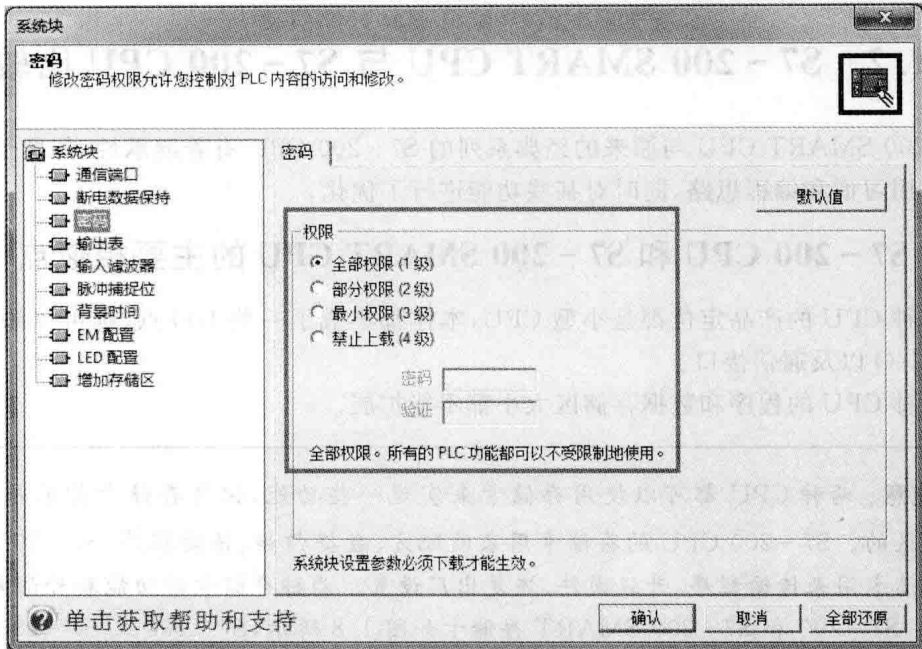
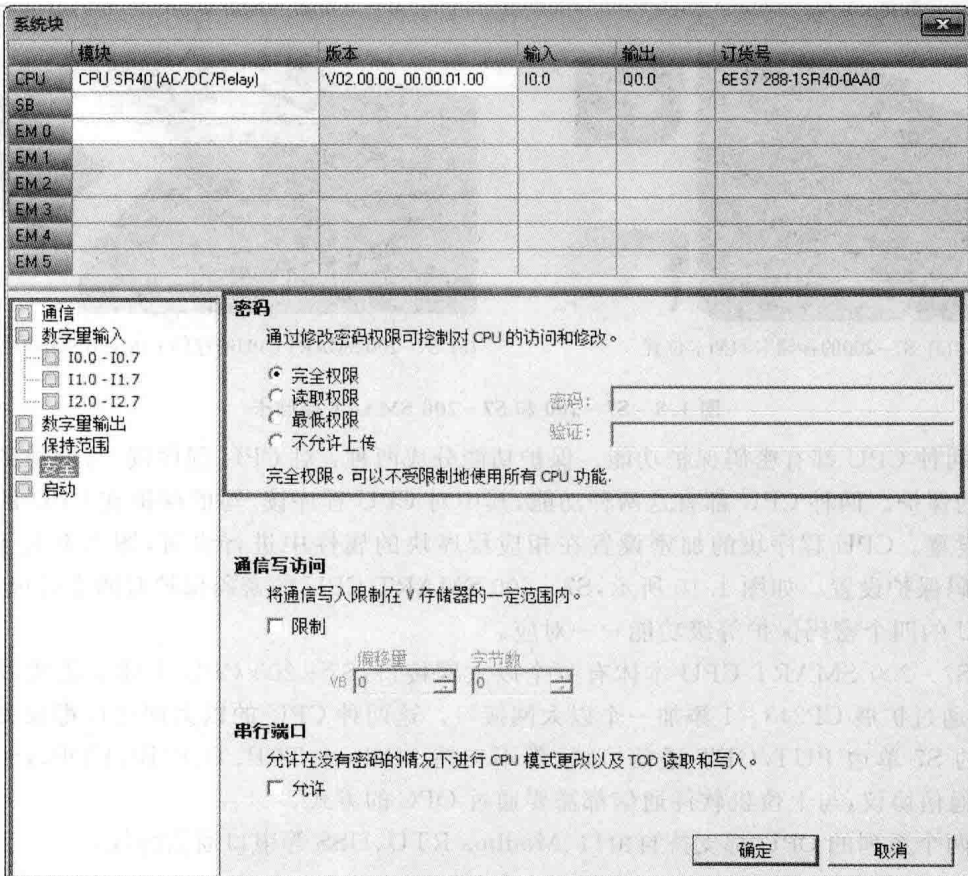

图 1.9 S7-200 CPU 密码保护设置
图 1.10 S7-200 SMART CPU 密码保护设置
③ 两种 CPU 都有密码保护功能。保护功能分成两种:对 CPU 程序读/写的保护和程序块加密的保护。两种 CPU 都有这两种功能,其中对 CPU 程序读/写的保护在 CPU 的系统块里进行设置。CPU 程序块的加密设置在相应程序块的属性中进行设置,图 1.9 是 S7-200 CPU 密码保护设置。如图 1.10 所示,S7-200 SMART CPU 的密码保护有四个等级,与 S7-200 CPU 的四个密码保护等级功能一一对应。
④ S7-200 SMART CPU 本体有一个以太网接口,S7-200 CPU 本体不集成以太网接口,需要通过扩展 CP243-1 添加一个以太网接口。这两种 CPU 的以太网接口都仅支持西门子内部的 S7 单边 PUT/GET 通信协议,都不支持 Modbus/TCP、TCP/IP、UDP、ISO-on-TCP 等通信协议,与上位机软件通信都需要通过 OPC 的方式。
⑤ 两个系列的 CPU 都支持自由口、Modbus RTU、USS 等串口通信协议。